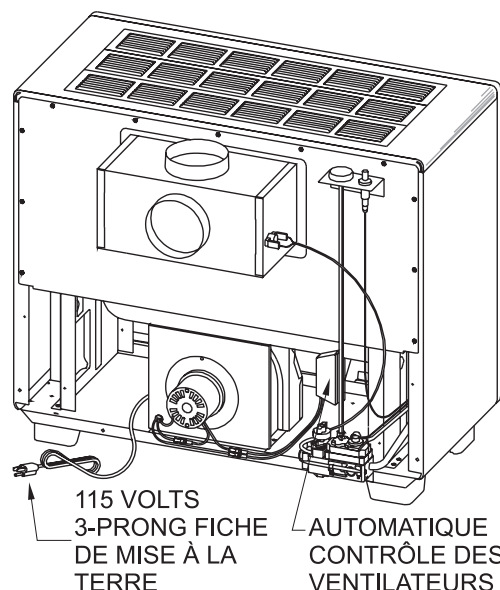

Figure 8
3. Aligner la cage de la soufflerie avec le coussin de la soufflerie et utiliser 2 vis à tête hexagonale #10 x 1/2" (13mm) pour attacher la cage de la soufflerie à l'assemblage inférieur. **Voir la figure 8.**